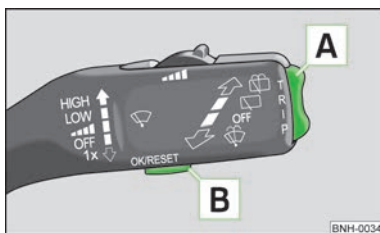

Fig. 6
- ▶ **Main menu** (meniul principal) se activează prin apăsarea lungă a tastei basculante **A** » fig. 6.
- Dacă pe afișajul informativ sunt afișate mesaje de avertizare, acestea trebuie confirmate cu ajutorul tastei **[B]** » fig. 6 la pagina 15, pentru a apela meniul principal.